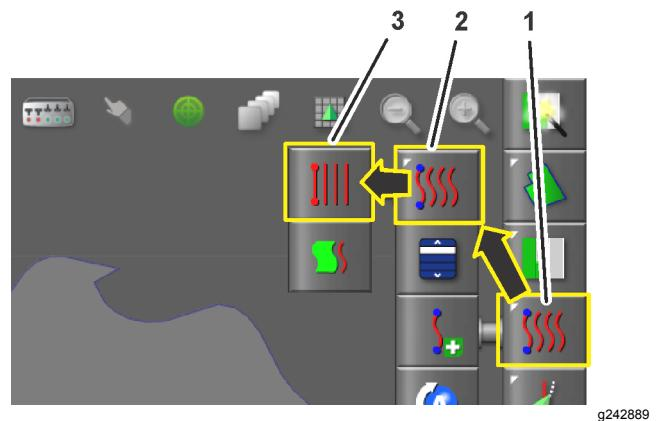

Figure 10
1. Sélectionnez le type de ligne guide AB (droite) (Figure 10).